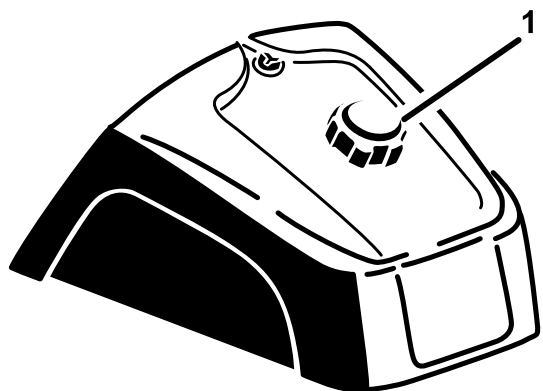

Рисунок 16
1. Очистите поверхность вокруг крышки топливного бака (Рисунок 16).